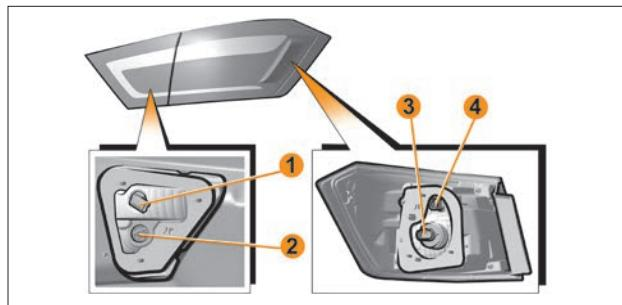

Рис. 12. Задние фонари
Для замены лампы света заднего хода **1** (рис. 12) необходимо:
- преодолевая сопротивление держателей, отогнуть обивку крышки багажника для доступа к патрону-разъему **1** (рис. 12). Во избежании повреждения обивки, отгибание производить на величину не более 7–8 см;
- повернуть патрон-разъем **1** (рис. 12) против часовой стрелки и вынуть его из посадочного места в сборе с лампой;
Для замены лампы габаритного огня **2** (рис. 12) необходимо: